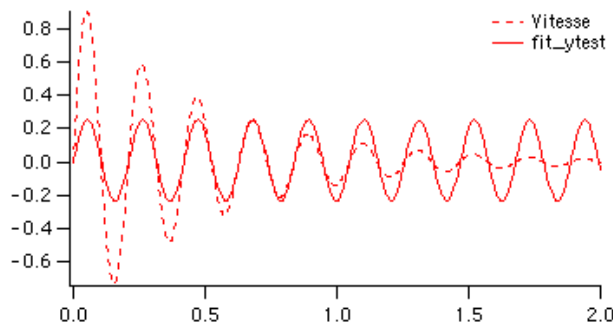

Fig. 11 : Ajustement
4. IGOR Pro a créé une wave appelée **fit_ytest** de 200 points seulement, mais dont l'abscisse couvre tout l'intervalle utile, et l'a ajoutée au graphique, comme montré sur la figure 11.